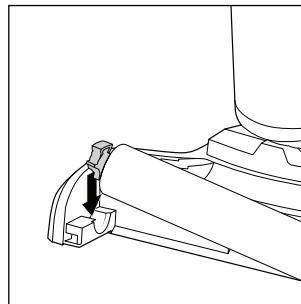

Afb. 38
- ◆ U kunt de borstelrol **6** ook rechtop in de borstelrolhouder **5** van het neerzet- en reinigingsstation zetten om hem te laten drogen (zie afb. 38).